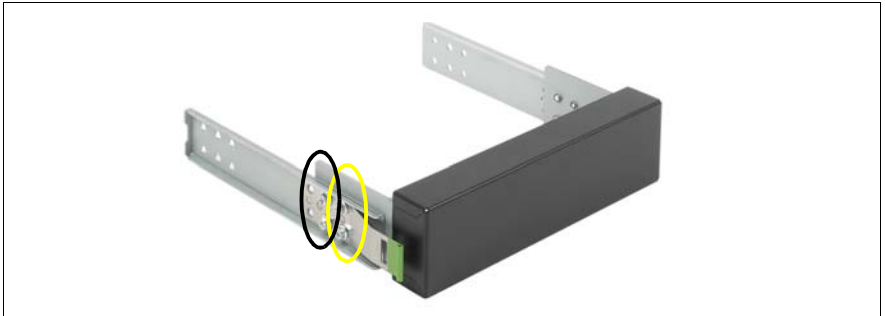

図 23: イージークリックレールの取り外し
- ▶ 両側に 4 本ずつあるネジを取り外し、イーजीクリックレールをダミーカバーから取り外します (53 ページ の図 23 を参照)。
- ▶ 両側に 4 本ずつあるネジを取り外し、イージークリックレールをダミーカバーから取り外します (53 ページの図 23 を参照)。